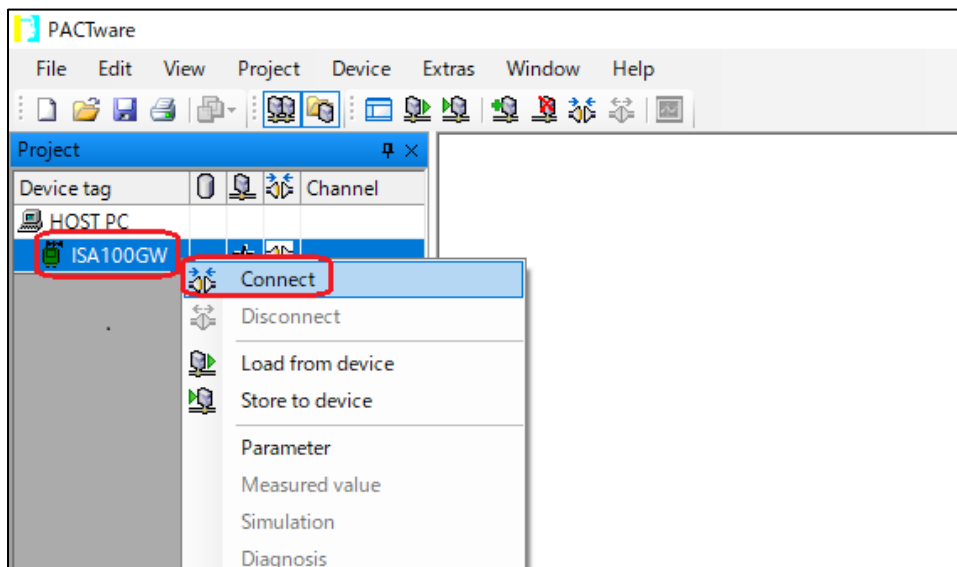

図 5-24 ISA100.11a 無線上位システムに接続
- ③ メイン画面左のツリーメニュー⇒HOST PC に「ISA100GW」が追加されますので右クリックにて「Connect」を選択し、ISA100.11a 無線上位システムに接続します。(図 5-24)